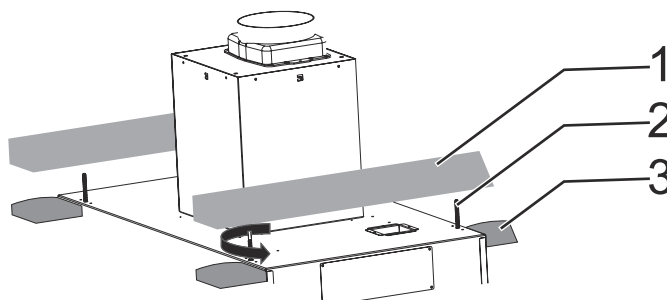

Fig. 16
5. Placera läkten ovanpå fläkten så att de passar med skruvhålen (Fig.16).
För att undvika eventuell vibration/resonans kan isolering placeras mellan läkt och yta (isolering köps separat) (Fig. 16).
Skruva nu nedifrån genom skruvhålen upp i läkten för att spänna fast fläkten (Fig. 16).